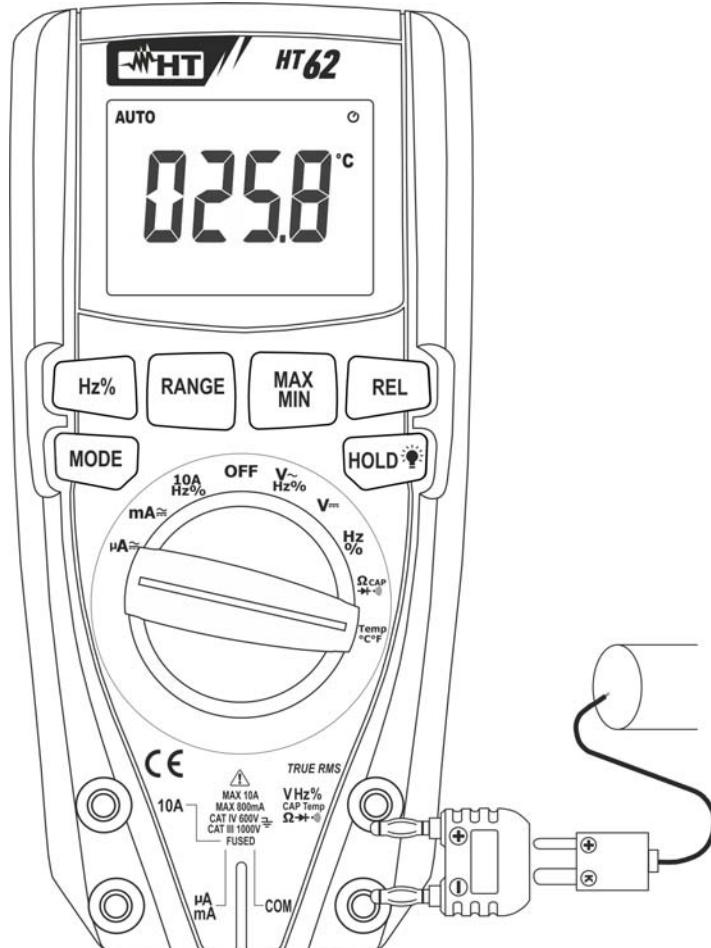

Fig. 8: Uso dello strumento per misura di Temperatura
3. Inserire l'adattatore in dotazione nei terminali di ingresso **VHz%CAPTempΩ►+•||** (polarità +) e **COM** (polarità -) (vedere Fig. 8)